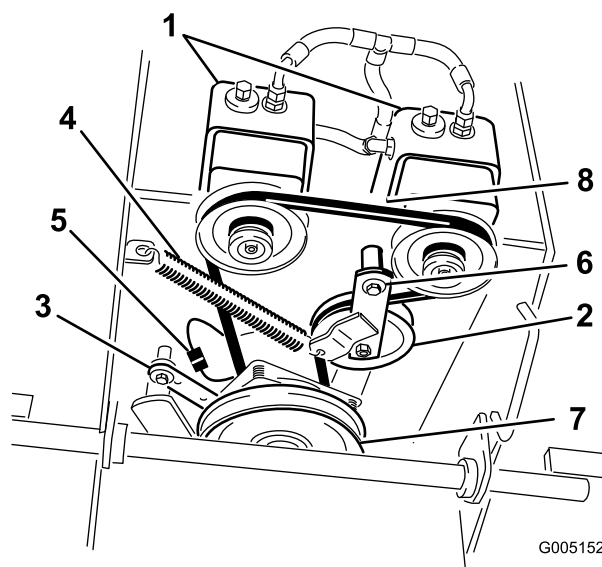

Figura 67
6. Desconecte el soporte del embrague de la plataforma del motor (Figura 67).
7. Desenganche el muelle de la polea tensora del bastidor (Figura 67).
9. Coloque el muelle tensor entre el brazo de la polea tensora y el soporte del bastidor (Figura 67).
10. Monte el soporte del embrague en la plataforma del motor (Figura 67).